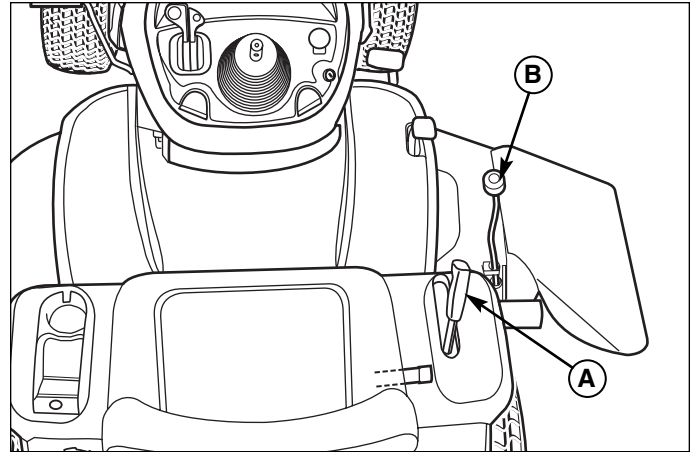

Figure 7. Levage et abaissement du carter de coupe
2. Mettre le carter de coupe dans sa position de coupe la plus basse au moyen du dispositif de réglage de hauteur (B, Figure 7 ou 8).
3. Placer le levier de levage d'accessoire dans sa position la plus basse (A, Figure 7 ou 8).
2. Mettre le réglage de hauteur de coupe (B, Figure 7) sur la position la plus basse. Placer également le levier de levage sur sa position la plus basse. Glisser le carter sous le côté droit du tracteur de façon à aligner l'attache du carter avec le support de fixation avant du tracteur.
Le levier de levage du carter de coupe (A, Figure 7) sert à abaisser le carter jusqu'à sa position de coupe et à le relever pour le transport.
Le bouton de réglage de la hauteur de coupe (B, Figure 7) contrôle la hauteur du carter en position de coupe. La hauteur de coupe est réglable en continu de 3,8 à 10 cm (1-1/2 à 4 po.) environ. Faire tourner le bouton vers la droite pour relever le carter de coupe et vers la gauche pour l'abaisser.